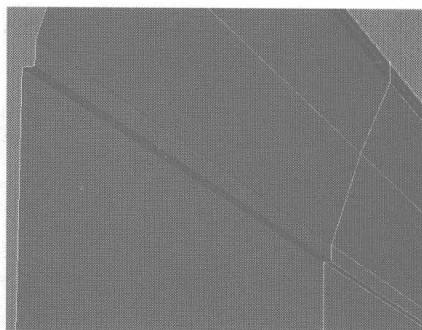
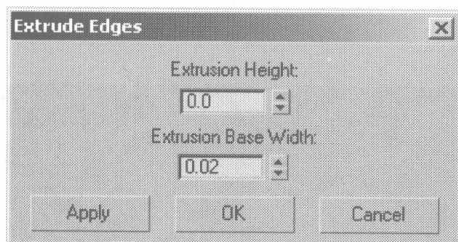

图 4.105
图 4.106
- 42** 选择如图 4.105 所示的边线，在 Selection 卷展栏中单击 **Loop** 按钮，选择其循环的曲线，在 Edit Edges 卷展栏中单击 **Extrude** 右侧的小按钮，在弹出的对话框中设置挤压参数，如图 4.106 所示。